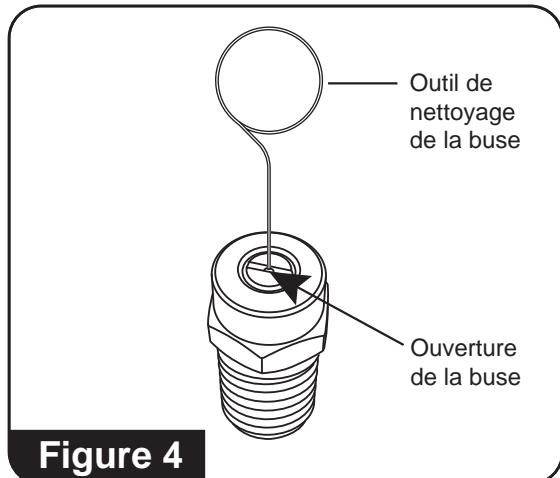

Figure 4
4. À l'aide de l'outil de nettoyage de buse, dégagerez tout corps étranger qui bouche ou qui obstrue les ouvertures de la buse (**consultez la figure 4**).